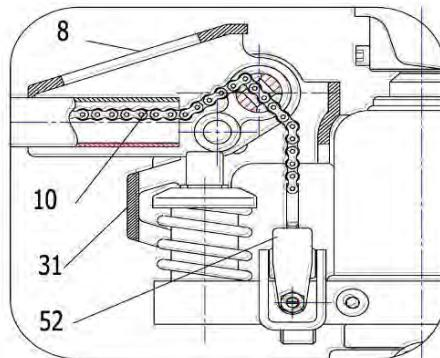

Рис.2
- Установите шнек и гайку на конце цепи (10) в паз опорного корпуса рычага (52). (см. рисунок 2 и 4).
- Согласно рисунку 3 установите рукоятку (8) в горизонтальное положение, выньте штифт В, сохраните его, он понадобиться при следующей замене ручки.
- Вытяните фиксатор (23), согласно рисунку 1.
- Вставьте корпус рукоятки (8) в отверстие А. Соедините корпус рукоятки (8) с насосом (31) с помощью фиксатора (23).
- Затем проденьте эластичный штифт через фиксатор (23), чтобы зафиксировать деталь.
- Проведите цепь (10) через отверстие в фиксатор (23). (см рисунок 2).